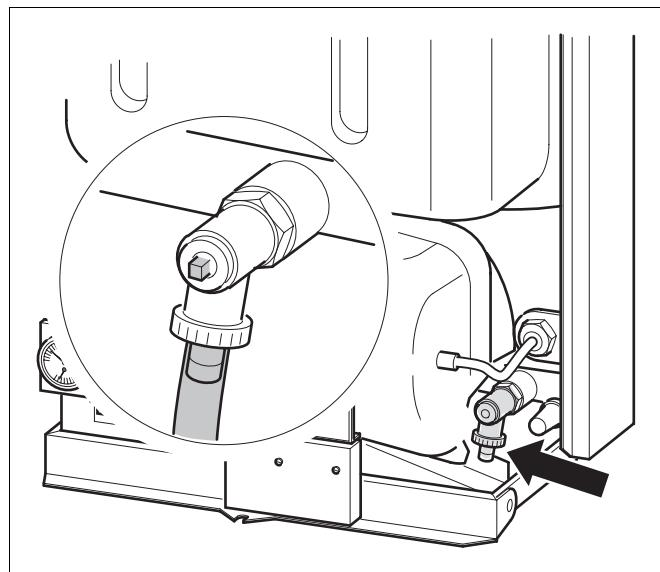

Abb. 8 Füll- und Entleerhahn öffnen
- Öffnen Sie den Füll- und Entleerhahn mit dem Vierkantschlüssel (Entlüftungsschlüssel) (Abb. 8).